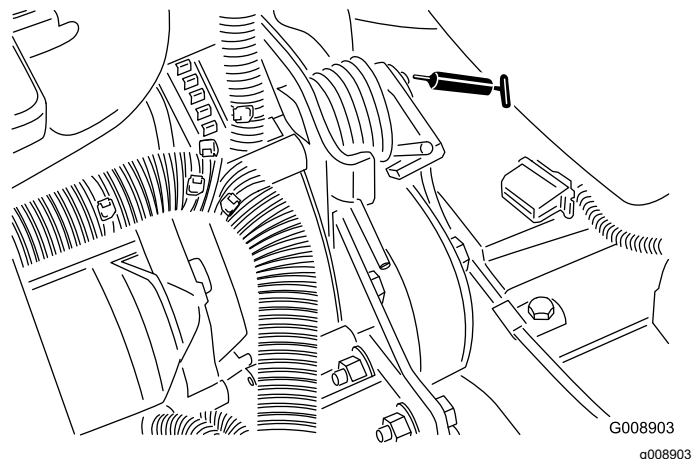

Figura 65
- Pivote tensor de la correa (Figura 65)